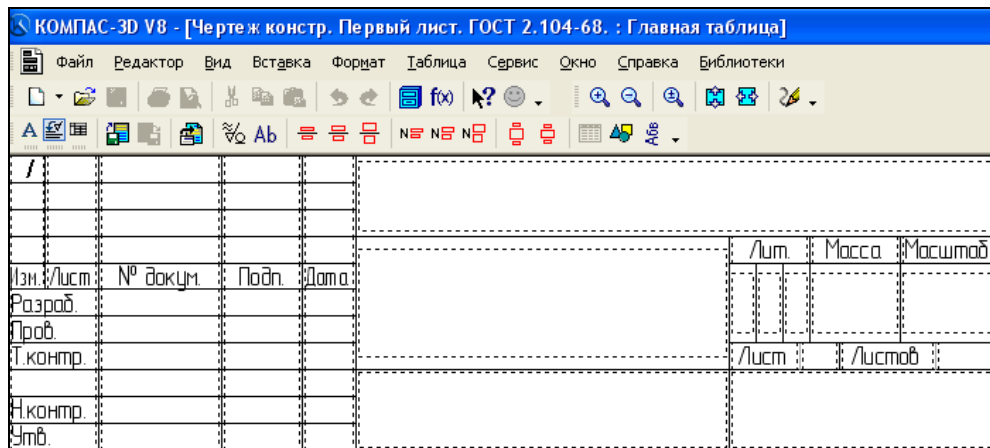

Рис. 25.24. Режим редактирования основной надписи
- ♦ нажмите кнопку **Редактировать стиль** и перейдите в режим редактирования основной надписи (рис. 25.24). Обратите внимание на Панель свойств. Она имеет вид, как при редактировании текста;